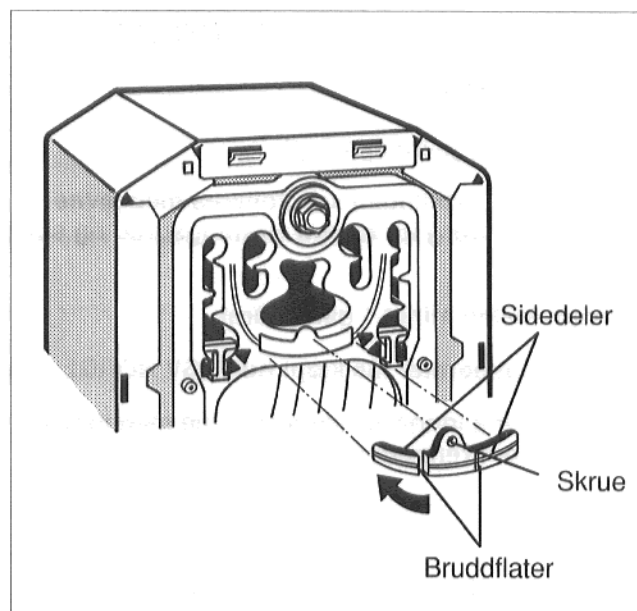

fig. 34
- Sperreplaten legges slik på et underlag at bruddflatene ligger hult (fig. 34).